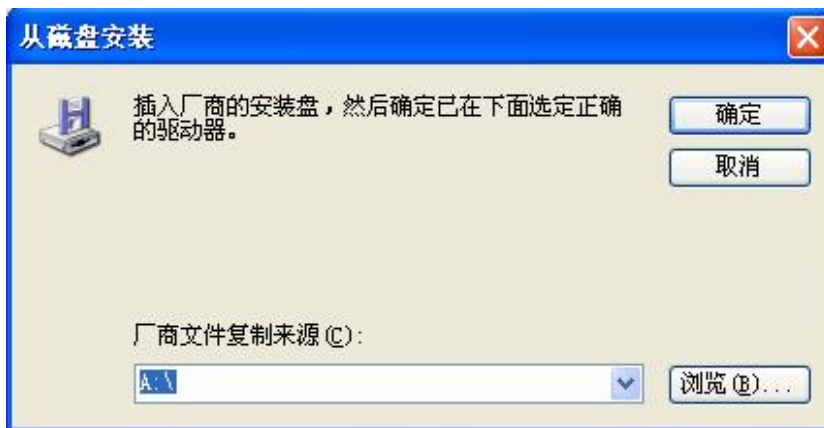
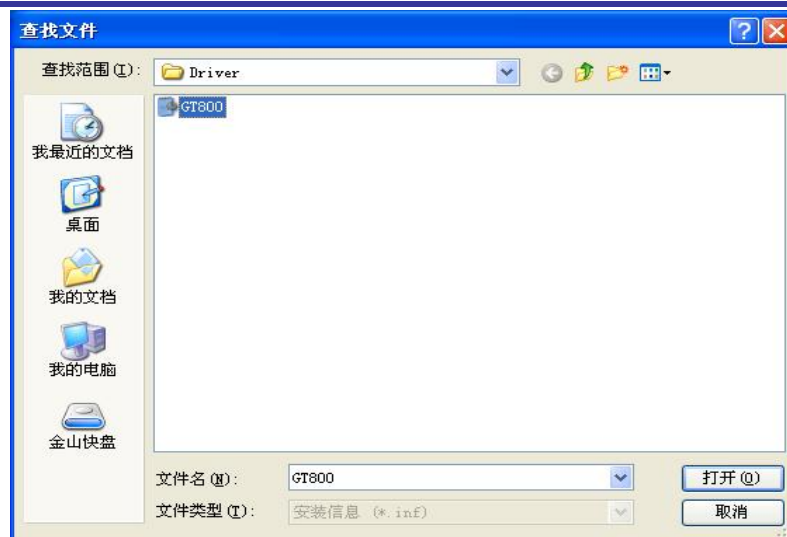

图 2-5 运动控制卡驱动程序安装界面 5
图 2-6 运动控制卡驱动程序安装界面 6
(7) 如图 2-5 所示点击“浏览(B)...”, 选择驱动所在的路径 D:\driver, 如图 2-6 所示。